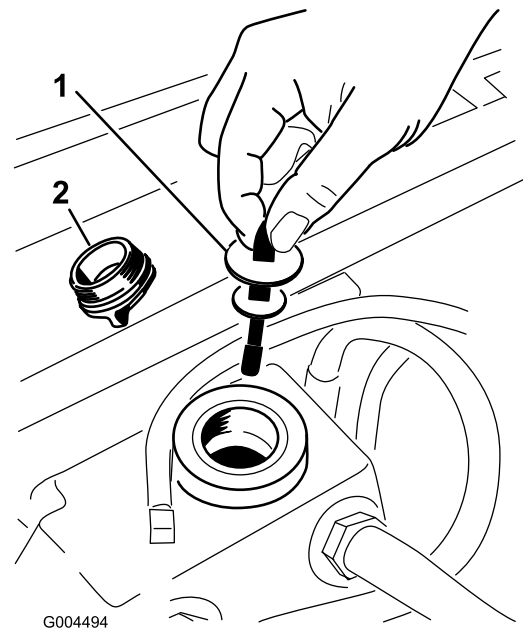

Figure 90
5. Enlevez le bouchon du goulot de remplissage du réservoir hydraulique (Figure 90).
6. Retirez la jauge et essuyez-la sur un chiffon propre (Figure 90).
7. Remettez la jauge dans le goulot de remplissage, puis ressortez-la et contrôlez le niveau de liquide (Figure 90).